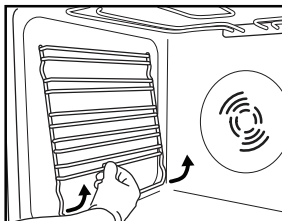

Fig. 3
1. Rimuovere le griglie laterali per il supporto degli accessori (Fig. 3).